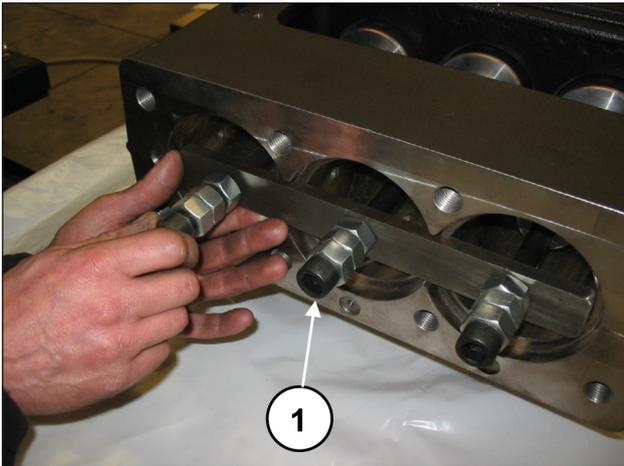
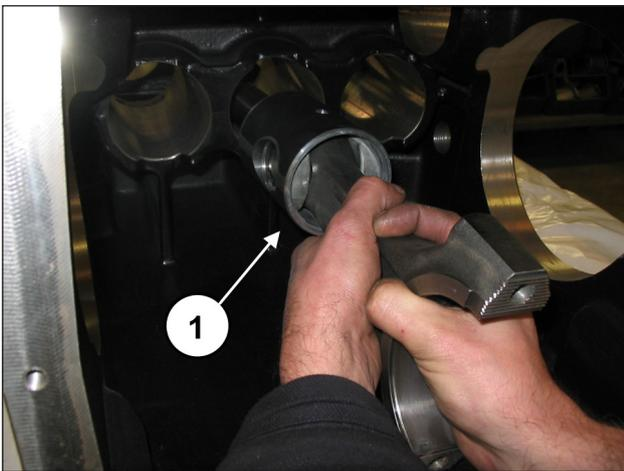
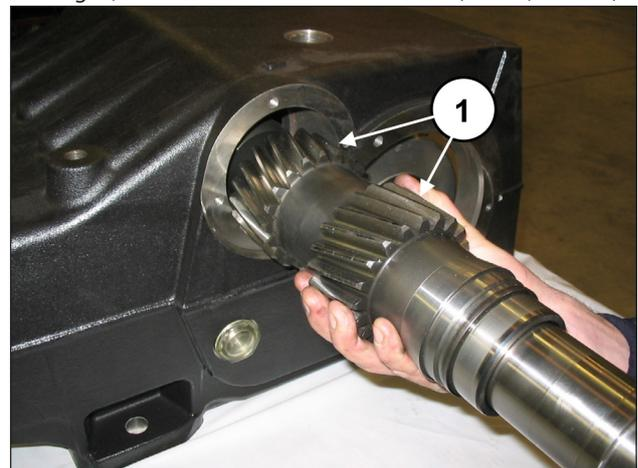

Abb. 40
Abb. 41
Abb. 55
Drehen Sie die Schrauben des Werkzeugs Art. 27566200 zum Lösen der Pleuelstangen ab (Pos. ①, Abb. 40) und ziehen Sie anschließend die Baugruppe Pleuelstange-Kolbenführung von der hinteren Gehäuseöffnung heraus (Pos. ①, Abb. 41).
Trennen Sie Pleueldeckel und Pleuelhälften; die vorschriftsmäßige Paarung wird durch die seitliche Nummerierung garantiert (Pos. ①, Abb. 42). Nachdem Sie das Gehäuse auf perfekte Sauberkeit überprüft haben, setzen Sie die Baugruppe Pleuelhälfte-Kolbenführung in die Buchsen des Gehäuses ein (Pos. ①, Abb. 41).
Arretieren Sie die drei Baugruppen mit dem entsprechenden Werkzeug Art. 27566200 (Pos. ①, Abb. 40).
Entfernen Sie das Werkzeug zur Sicherung der Pleuelstangen Art. 27566200 (Pos. ①, Abb. 40) und schieben Sie die Pleuelstangen bis auf Anschlag mit der Kurbelwelle zurück. Bauen Sie die vormontierte Zapfwelle in das Gehäuse ein (Pos. ①, Abb. 55), u.z. auf der entgegengesetzten Seite zum vorab montieren Außenring des Lagers und zur Schmierbuchse der Lager.
**Achten Sie beim Einschieben der Zapfwelle in das Gehäuse auf die Ausrichtung der Verzahnung lt. Abb. 55.**